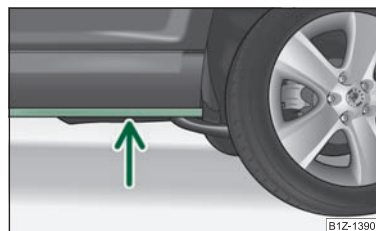

Fig. 117 Attraversamento di acqua
- Prima di attraversare tratti d'acqua verificare la profondità dell'acqua. L'acqua non deve superare la cresta del longherone inferiore del veicolo ⇒ fig. 117.